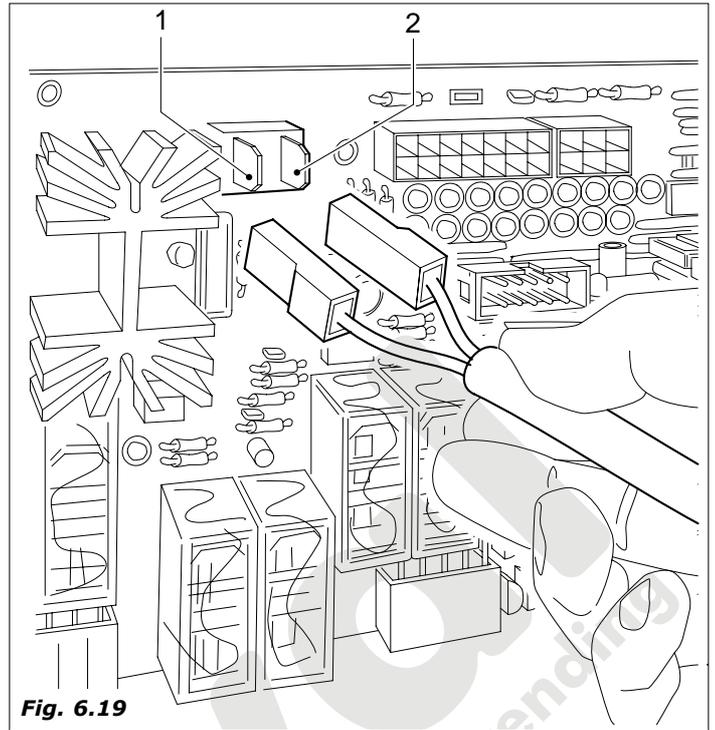

Fig. 6.19
- efectuadas estas operaciones, conectar los dos cables de la resistencia (Fig.6.19-pos.1 soluble - pos.2 expreso) en la placa de potencia.